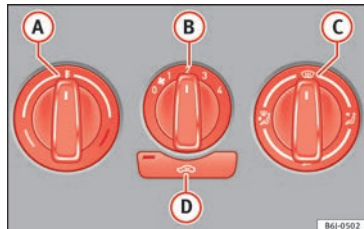

Fig. 153 Mandos de la calefacción en el tablero de instrumentos.
- Con los mandos rotativos **A**, **B** y **C** » **fig. 153** se regula la temperatura, la velocidad y la distribución del aire.
- Pulse la tecla **D** » **fig. 153**, el testigo de la tecla se ilumina. »
Si el rotativo **C** » fig. 153 está en posición de deshielo, la trampilla de recirculación estará siempre abierta y entrará el aire desde el exterior.
- Gire el regulador de temperatura » fig. 153 **A** hacia la izquierda.
- Gire el regulador de la temperatura » fig. 153 **A** hacia la derecha hasta alcanzar el grado de calefacción deseado.
- Gire el regulador de la temperatura » fig. 153 **A** hacia la derecha hasta el nivel máximo de calefacción.
- Gire el regulador de temperatura » fig. 153 **A** hacia la zona de calefacción.